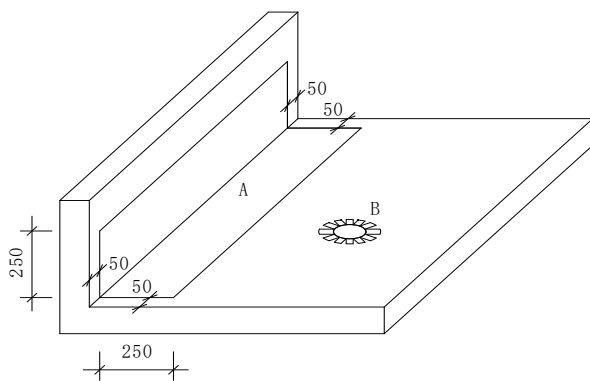

图 10 阴角加强层
(1) 考核准备。防护品佩戴应包括:工作服、手套、工作鞋等,护目镜等其他防护品由个人根据需要佩戴。对工具、防水材料及辅助材料、模具、电源等进行检查;
(2) 防水涂料施工技术要求及说明。涂料施工区域为模型的大平面、女儿墙立面，上下左右各边留出 50mm 空白。基层不需要涂刷打底层；
(3) 操作顺序：水平阴角加强层，用无纺布作胎基—水落口加强层，用无纺布作胎基—立面与平面涂料防水，用无纺布作胎基—表面一道涂料；
(4) 平面与立面阴角采用无纺布胎基加强防水层 A，加强层平面宽度与立面高度均为 250mm。加强层采用“涂料+无纺布+涂料”一次完成，涂料应浸透无纺布，不得有露白（见图 10）；